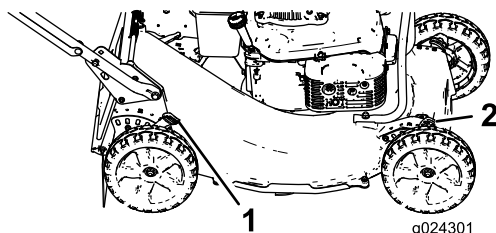

Figura 12
1. Tire de la palanca de altura de corte hacia la rueda (Figura 12) y muévela a la posición deseada.